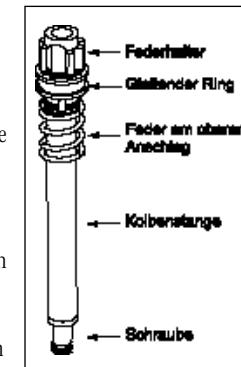

Abb. 6
- Montieren Sie die Baugruppen der Kolben/Dämpfer, indem Sie sie von oben in die oberen Rohre rutschen lassen. Auf Abb. 6 und 7 sehen Sie die Ausrichtung der Bauteile sowohl für den Kolben (rechte Seite) und die Baugruppe des Dämpfer-Stabs (linke Seite). Schrauben Sie den Kolben/Dämpfer-Bolzen mit einem 15 cm langen 6 mm Inbus-Schlüssel und einer 15 cm langen Verlängerung hinein. Ziehen Sie ihn mit 9 Nm an.